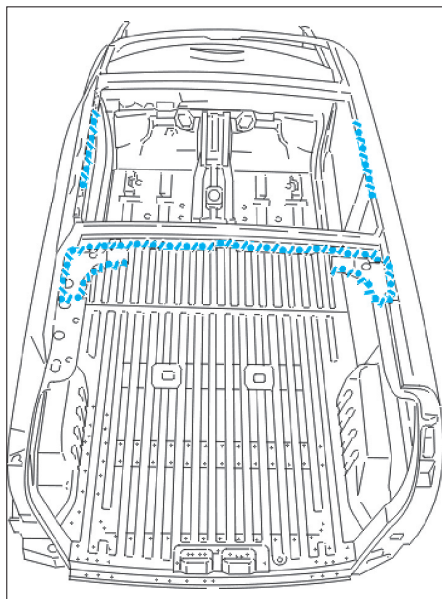

FIG. 98
- Appliquer un mastic d'étanchéité et de soudage (Fig.98).